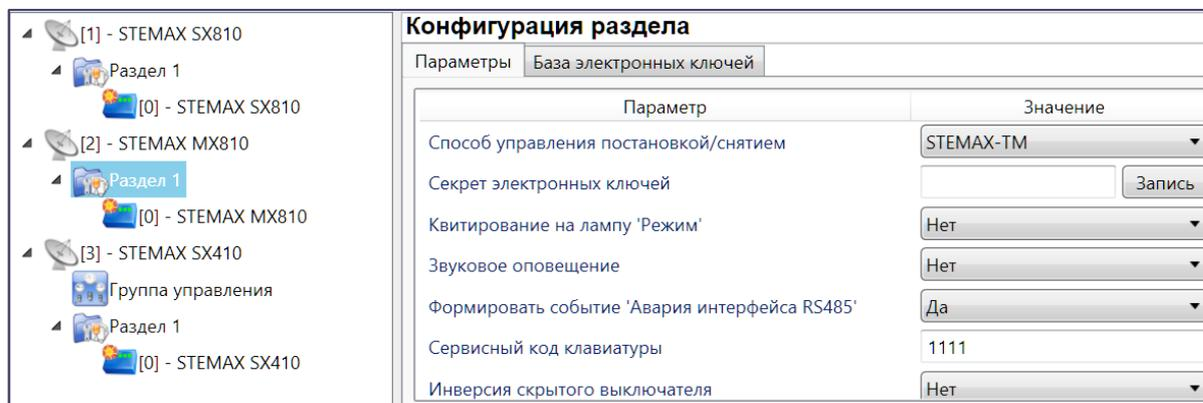

Рис. 4.3. Вкладка *Параметры*
1. Перейдите на вкладку *Параметры* (рис. 4.3).
1. Нажмите кнопку Запись (рядом с полем *Секрет электронных ключей* на вкладке *Параметры*), см. рис. 4.3 выше.